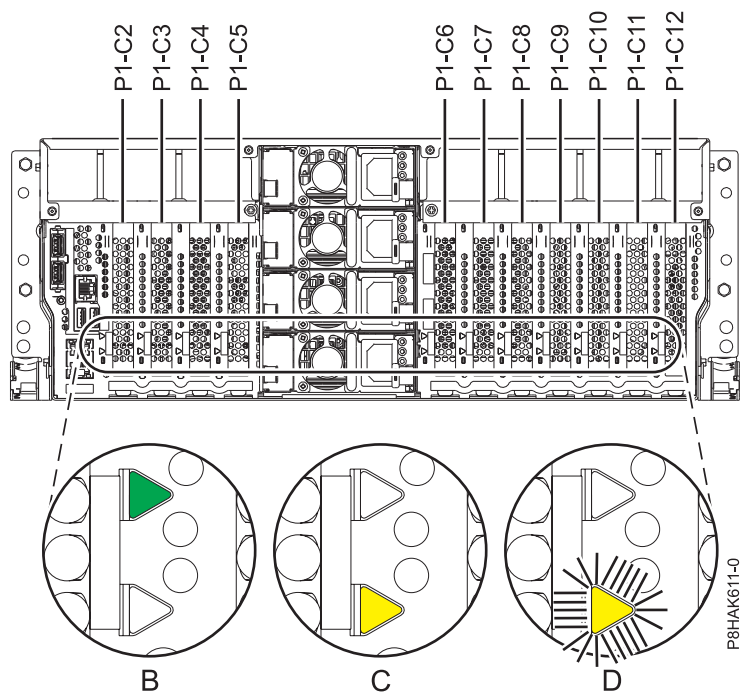
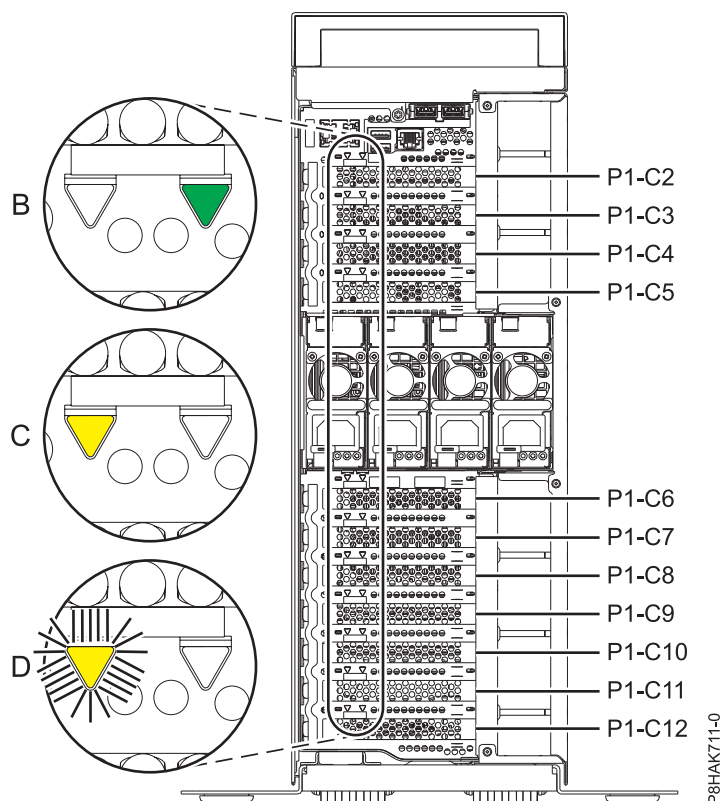

Figura 56. Ubicacions de les ranures d'adaptadors PCIe i ubicacions dels LED en un sistema muntat en bastidor
Figura 57. Ubicacions de les ranures d'adaptadors PCIe i ubicacions dels LED en un sistema autònom
1. A la Familiaritzeu-vos amb les ubicacions de les ranures d'adaptadors PCI i els indicador de servei per a adaptadors PCI amb què vulgueu treballar. Els adaptadors PCIe s'instal·len a la part posterior del sistema. A la Figura 56 a la pàgina 64 i a la Figura 57 a la pàgina 65 es mostren les ubicacions dels adaptadors PCIe en un sistema i les ubicacions dels llums amb díode (LED) de l'adaptador PCIe.